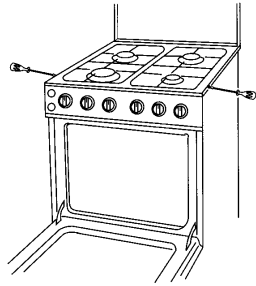

Fig. 5
- Enlever les vis maintenant la table de travail (fig. 5).